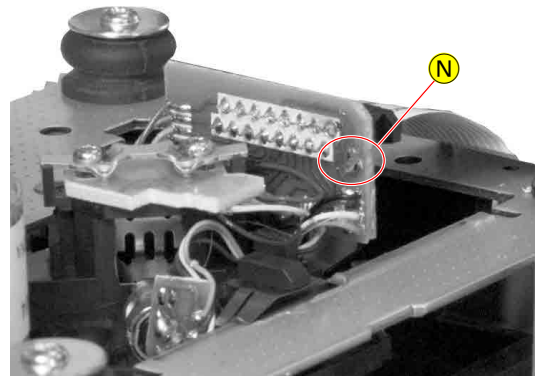

Fig. 10
- Achtung: Vor dem Abziehen der Flexprintleitung die Schutzlötstelle (N) (Fig. 10) zulöten! Die Laserdiode kann sonst durch statische Aufladung zerstört werden.**
- Caution: Before unplugging the flexprint close the protective solder joint (N) (Fig. 10)! The Laser diode may otherwise be destroyed by static electricity.**